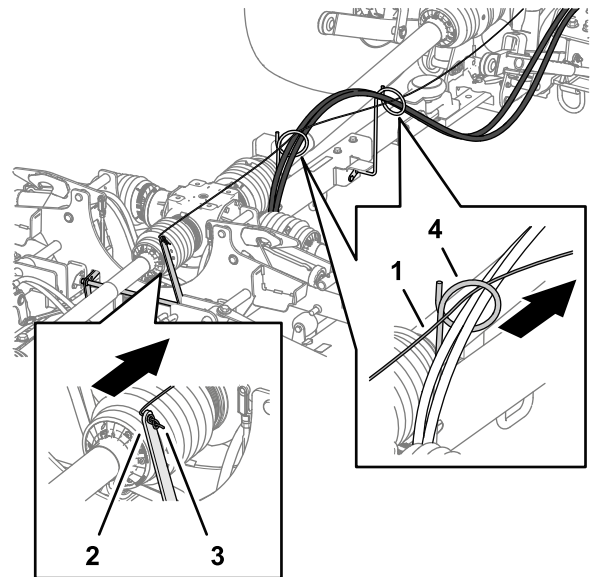

**Figura 11**
1. Enrosque el extremo de la cuerda de bloqueo de la carcasa a través del taladro en la palanca de bloqueo y amarre la cuerda con seguridad (Figura 11).